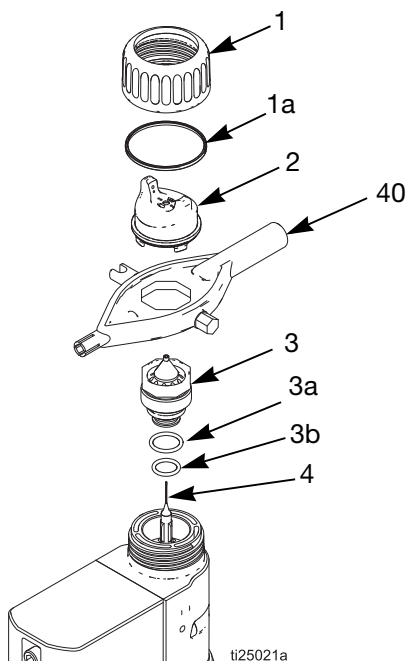

ABB. 30. Luftkappe/Düse ersetzen
2. Den Haltering (1) und die Luftkappe (2) entfernen. Siehe ABB. 30.